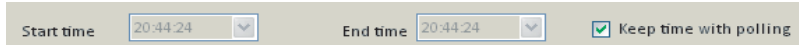
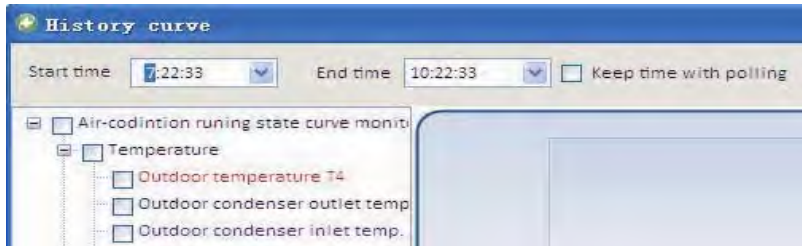
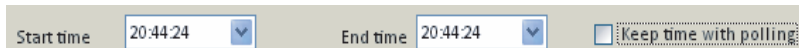
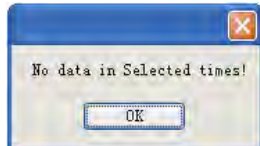

Abb. 3.2-4
Abb. 3.2-5
Abb. 3.2-6
Abb. 3.2-8
- 2) Ist die Option „Keep time with polling“ ausgewählt, werden Echtzeiten in Echtzeit angezeigt. Das Datenanzeigintervall („Start time“ und „End time“) kann nicht geändert werden, siehe Abb. 3.2-4. Möchten Sie Daten für einen bestimmten Zeitabschnitt anzeigen lassen, ist die Option „Keep time with polling“ aufzuheben. Durch Klicken auf das Rollmenü können eine Größe, die Sie anzeigen lassen wollen, sowie ein Zeitpunkt ausgewählt werden. (Abb. 3.2-5.) Um einen Zeitpunkt zu ändern, sind Stunde, Minute, und Sekunde (Abb. 3.2-6) anzuklicken. Auf „Query“ (Statusabfrage) klicken, um Daten in einem bestimmten Zeitabschnitt (Abb. 3.2-6) anzuzeigen. Sind keine Daten für den festgelegten Zeitabschnitt vorhanden, so wird ein Fenster wie im Bild 3.2-8 angezeigt.